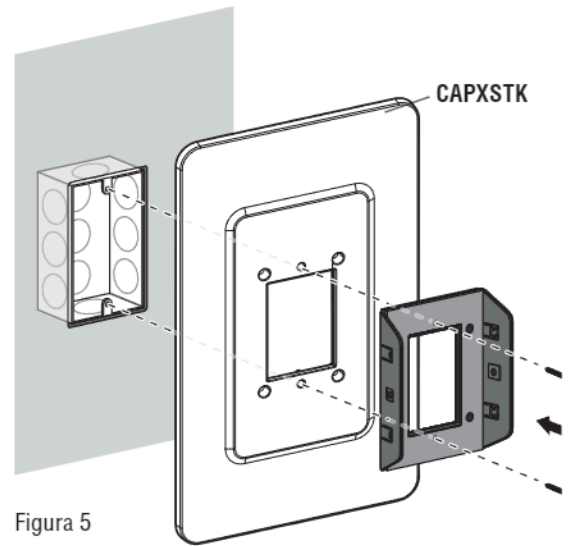

Figura 5
2. Sujetar a la caja de distribución o a la pared a través del soporte de montaje y el panel de ajuste utilizando los accesorios especificados en el manual de instalación de CAPXS. (Vea la Figura 5)